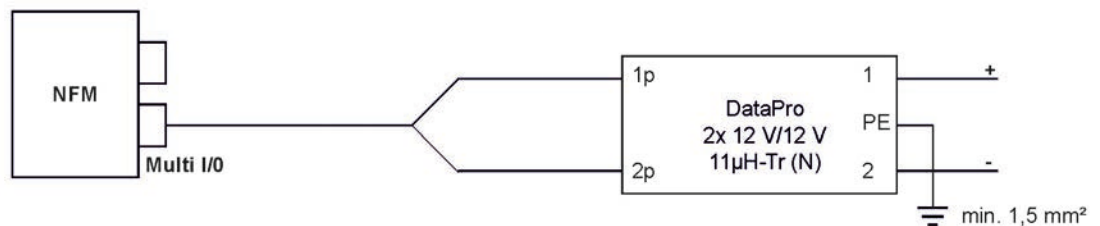

Abb. 25-6 Überspannungsschutz für Spannungsversorgung DC allgemein
Bei **direkter externer Spannungsversorgung** über 12 V DC (z. B. bei Solarspeisung) den Typen DataPro 2x1 12V/12V-11 μ H-Tr(N) für Nicht-Ex (Abb. 25-6).